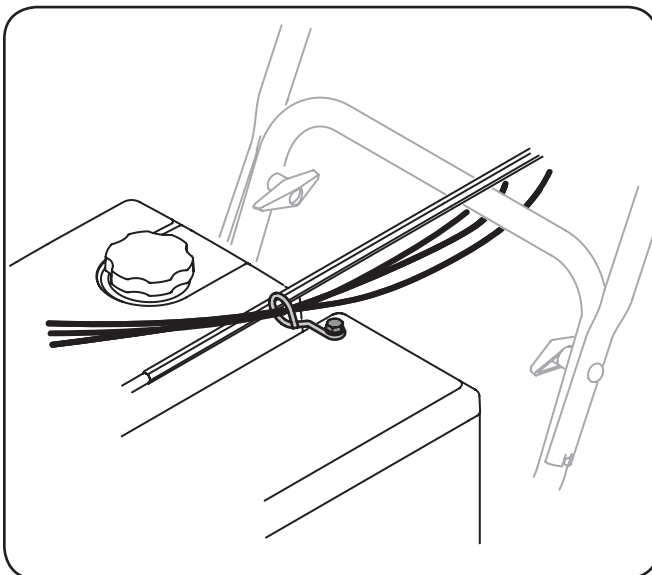

Figura 3-13
- Controle que todos los cables estén adecuadamente dirigidos a través de la guía de cables de la parte superior del motor. Algunos modelos tienen sólo un cable para dirigir por la guía de cable. Vea la Figura 3-13.